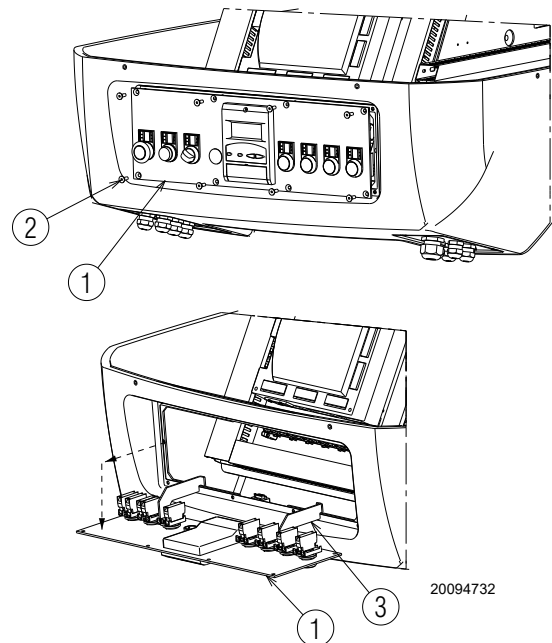

Abb. 35
- Ziehen Sie die Bedientafel 1) heraus und drehen Sie sie um 90°, hängen Sie sie dazu mit den entsprechenden Bügeln 3) im Profil der Schalttafel ein, wie aus Abb. 35 ersichtlich